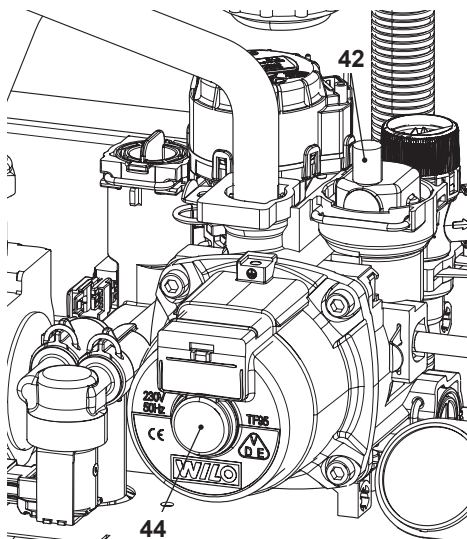

Figura 6.3
- Alzare il tappo della valvola di sfiato automatica 42 in Figura 6.3.
- Togliere il tappo 44 in Figura 6.3 e sbloccare la pompa ruotando il rotore con un cacciavite.